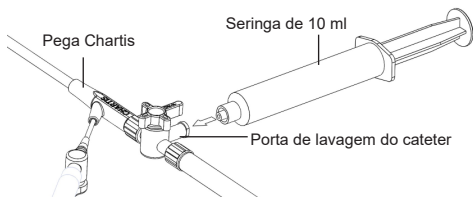

Figura 3: ligação à porta de lavagem do cateter
- Retraia o êmbolo da seringa de 10 ml e ligue-a à porta de lavagem da torneira de três vias. Observe a figura 3 abaixo.